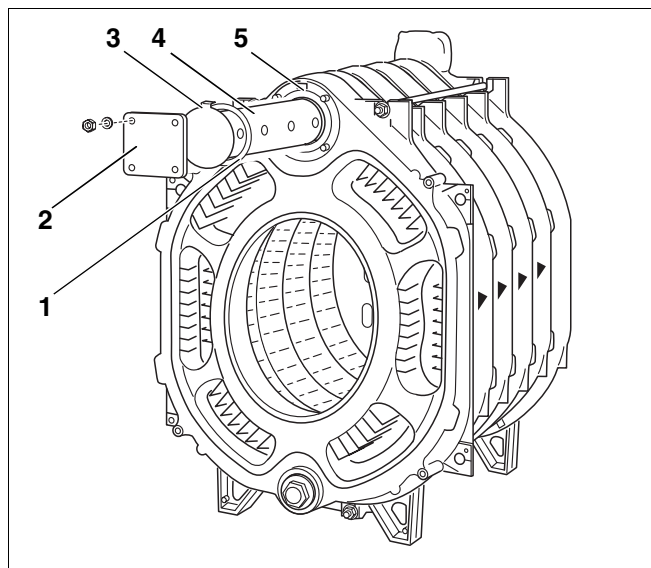

Fig. 19 Montasje – blanderør
- Skyv flatpakningen (fig. 19, **pos. 1**) over blanderøret (fig. 19, **pos. 4**).
- Steng åpningen med en blindflens (fig. 19, **pos. 2**).
Knasten (fig. 19, **pos. 3**) på blanderørets avslutningsplate må smette inn i utsparingen i det øvre kjelnavet (fig. 19, **pos. 5**). Dermed er blanderøret låst i en slik stilling at blanderørets utstrømningsåpninger står i riktig vinkel. På denne måten oppnås det en optimal vannfordeling i området rundt det øvre kjelnavet.